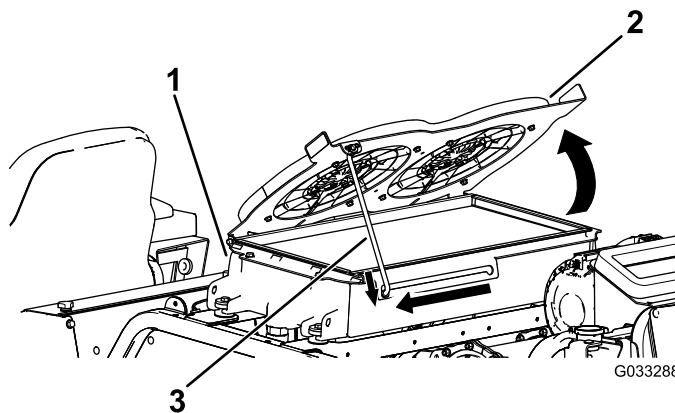

Figura 109
2. Ruotate le ventole di raffreddamento idraulico verso l'alto e bloccate l'asta di sostegno nella tacca (Figura 109).